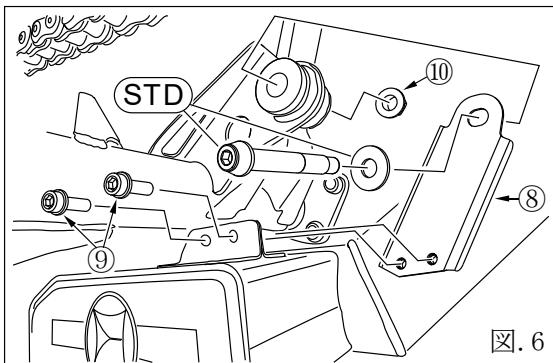

図.6
⑤ サブサイレンサーへ付属のサブステーを付属のボルト 6x12(部品表⑨)を使用して仮組みします。（図.6）
⑥ 車体側への固定は図.6を参考に、車体左側より(STD)ボルト、ワッシャーと共に挿入し、付属のフランジナット10(部品表⑩)で仮止めします。
⑦ O₂センサーをテールパイプへ仮止めし、カプラーを接続します。